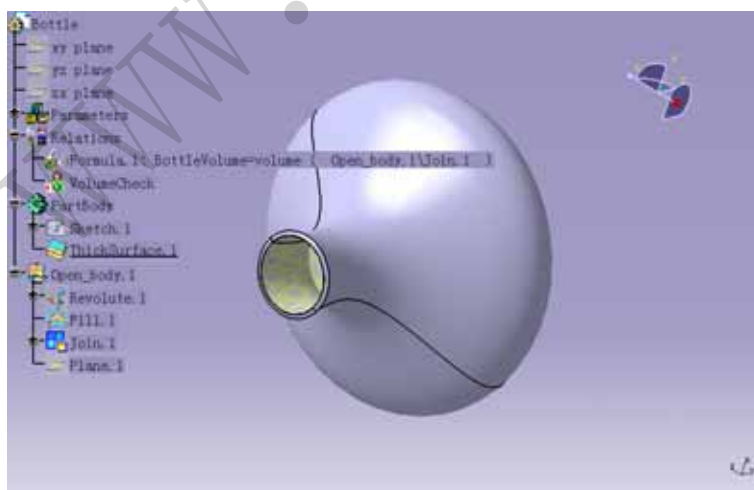

图 1-30 常规的方式显示的目录树
- ◆ Tree Type 区域让用户设置 CATIA 绘图环境中目录树的显示方式。Classical Windows Style 项是默认值，它按照常规的方式来显示目录树，如图 1-30 所示。